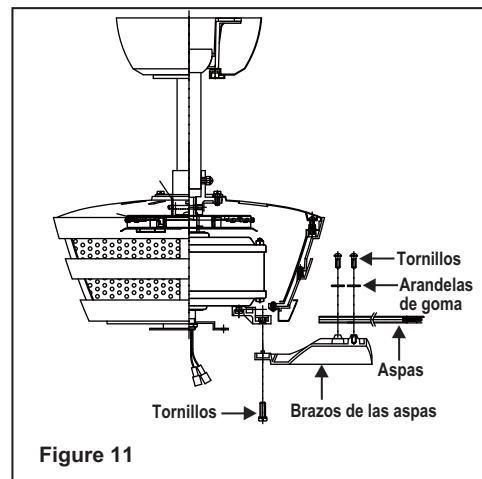

Figure 11
**Paso 1.** Se pegan las palas a los soportes usando los tornillos y las arandelas de goma provistos como indicado en Fig 11. Inserta un tornillo en el soporte sin apretarlo. Repite el paso por los otros 2 tornillos y arandelas.